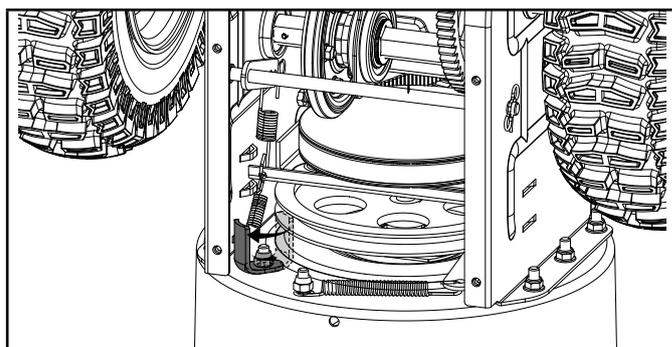

Figure 32A
7. Glissez la nouvelle courroie de vis sans fin dans le compartiment depuis le bas de la souffleuse à neige en la plaçant autour du bas de la poulie d'entraînement de la tarière et glissant autour de la poulie avant le moteur. Assurez-vous que la courroie est positionnée entre le bas garde-courroie et bas de la poulie d'entraînement de la tarière. Tu peut besoin d'enlever le boulon maintenant le protège-courroie inférieur en place pour asseoir correctement la courroie dans la poulie, remplacez le protège-courroie et boulon après l'installation de la courroie dans la poulie (figure 32A / B).